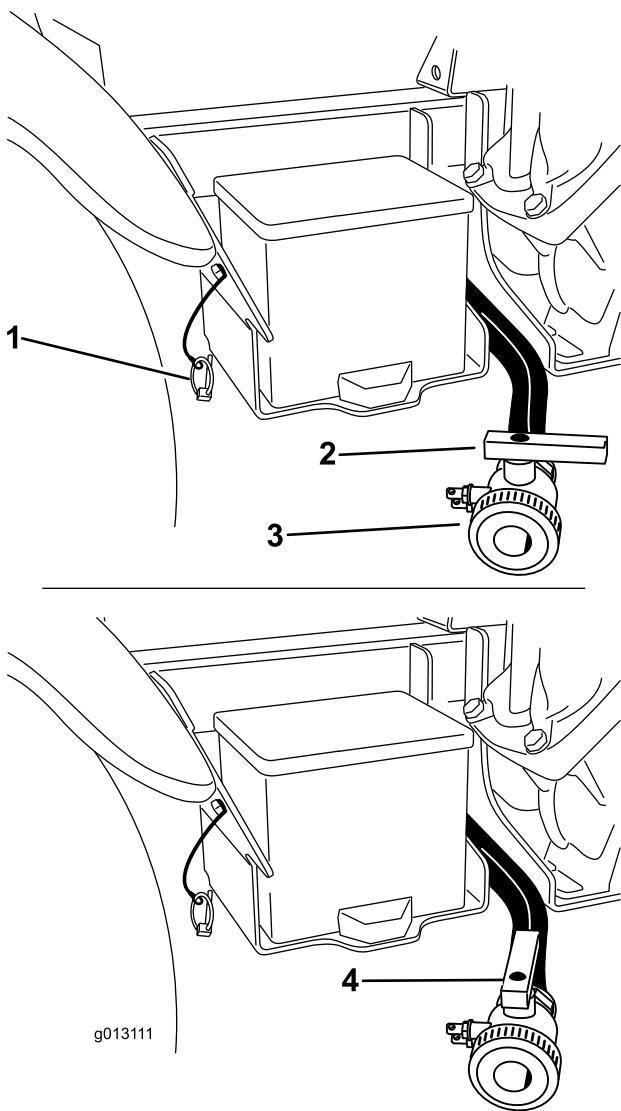

Bild 28
- B. Öffnen Sie das Ventil, sodass nicht verwendete Materialien vom Tank ablaufen können und entsorgen Sie diese gemäß der lokalen Vorschriften und der Vorschriften des Herstellers (Bild 28). Dann kann Restmaterial in der Leitung ablaufen.
3. Wenn der Behälter ganz geleert ist, schließen Sie das Ablassventil und setzen Sie das Ventil mit dem vorher abgenommenen Klappstecker in die Halterung ein (Bild 28).